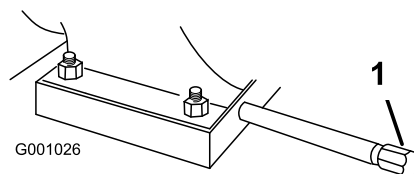

Figura 49
1. Pulite l'area intorno al tappo di spurgo dell'olio (Figura 49).